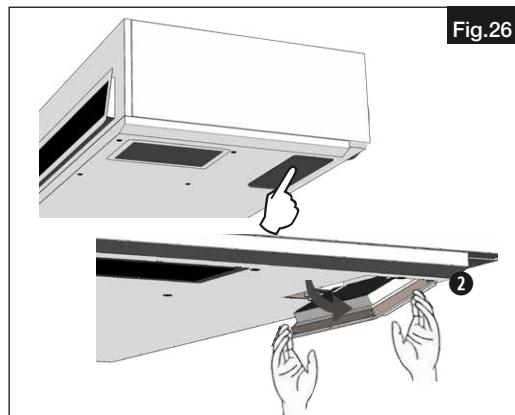
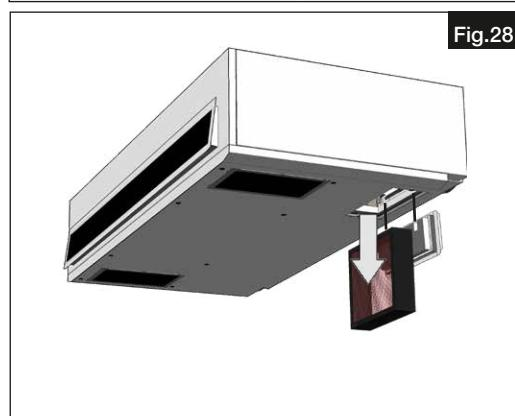

Fig.26
Fig.28
1. Passer le bout des doigts sous le support ② . Ouvrir le couvercle. Retirer le filtre et le remplacer par un nouveau (voir Fig.26 - Fig.28).